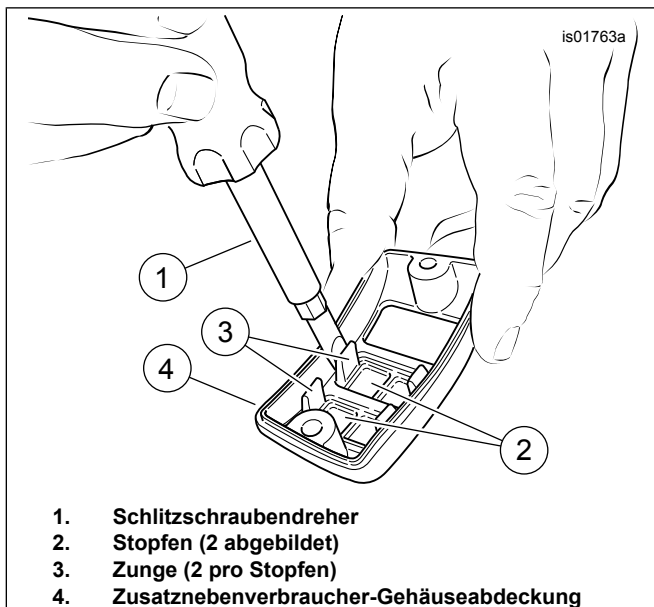

Abbildung 4. Stopfen entfernen und anbringen
- Falls die Schalter oder Nebenverbraucher nicht in einem oder mehreren Schalterhohlräumen eingebaut sind, für jede Öffnung in der Abdeckung einen verchromten Stopfen aus dem Satz bereitlegen. Siehe Abbildung 4. Mit einem Schlitzschraubendreher (1) die Zunge (3) behutsam zusammendrücken und die schwarzen Stopfen (2) aus der Gehäuseabdeckung (4) entfernen. Wenn der Stopfen umplatziert wird, den **neuen** verchromten Stopfen in der gewünschten Öffnung einschnappen lassen.
- Falls die Schalter oder Nebenverbraucher nicht in einem oder mehreren Schalterhohlräumen eingebaut sind, für jede Öffnung in der Abdeckung einen verchromten Stopfen aus dem Satz bereitlegen. Siehe Abbildung 4. Mit einem Schlitzschraubendreher (1) die Zunge (3) behutsam zusammendrücken und die schwarzen Stopfen (2) aus der Gehäuseabdeckung (4) entfernen. Den **neuen** verchromten Stopfen an der gewünschten Stelle einschnappen lassen.